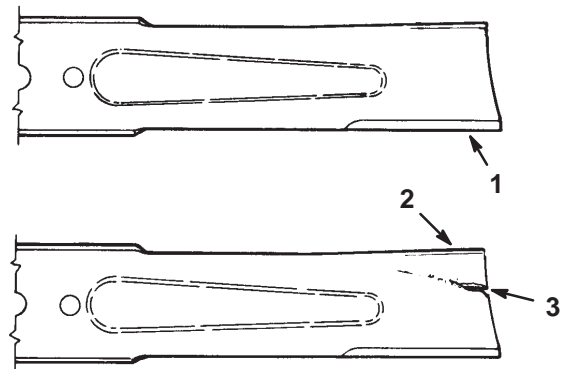

Figure 32
1. Inspectez les tranchants des lames (Fig. 32). Si les lames ne sont pas tranchantes ou si elles présentent des indentations, déposez-les et aiguiser-les (voir Aiguisage des lames, page 32).
2. Inspectez les lames, surtout la partie incurvée (Fig. 32). Remplacez immédiatement toute lame endommagée, usée ou qui présente une entaille (repère 3 de la Fig. 32).